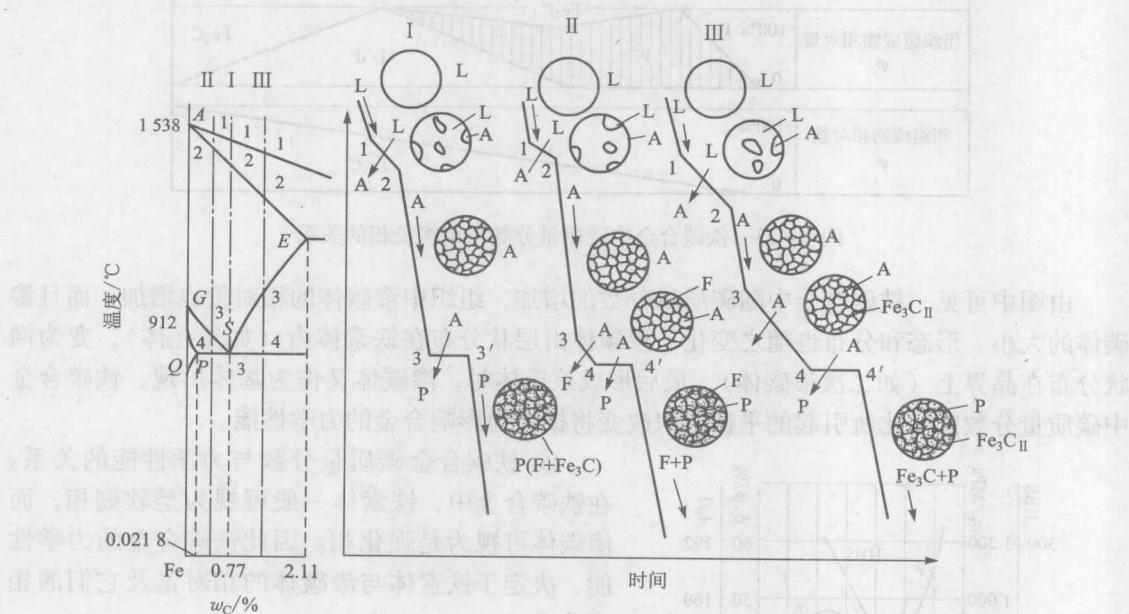

图 1-12 钢的典型合金结晶过程部分示意图
③ 典型铁碳合金的结晶过程及组织（钢的典型合金结晶过程部分示意图如图 1-12 所示）。